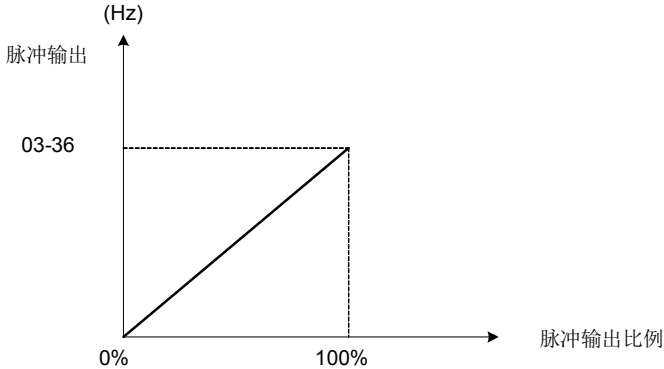

图 4.3.27 脉波输出比例
- 利用03-36（脉波输出刻度）来调整PO将脉波输出数量设定对应选取项目的100%。参考下图4.3.27。